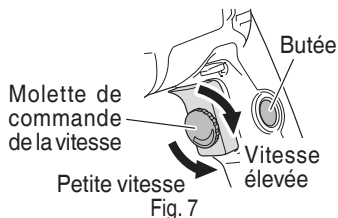

Fig. 7
- La vitesse de rotation souhaitée peut être préréglée avec la molette de commande de la vitesse. Tourner la molette de commande de la vitesse dans le sens des aiguilles d'une montre pour augmenter la vitesse et dans le sens contraire pour réduire la vitesse. (Fig. 7)